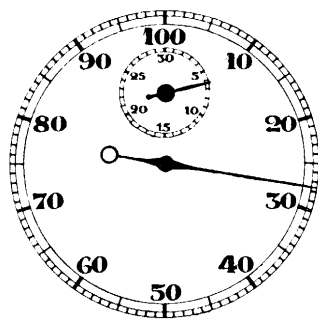
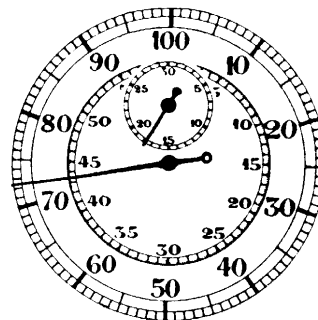

Abb. 347 Zifferblatt einer Stoppuhr mit Hundertstelminuten-Skala
Abb. 348 Zifferblatt einer Stoppuhr mit Hundertstelminuten- und Fünftelsekunden-Skala
**e. Hundertstelminuten-Skala:** Die große Skala ist in 100 Teile geteilt. Der große Zählzeiger dreht sich in einer Minute einmal herum; daher entsprechen einem Teilstrich 0,6 Sekunden. Die kleine Skala besitzt die übliche Minutenteilung mit 30 Teilstrichen, so daß sich der kleine Zählzeiger in 30 Minuten einmal herumdreht. Die Abb. 347 zeigt ein solches Zifferblatt, die Abb. 348 hingegen ein Zifferblatt, das neben der Hundertstelminuten-Teilung auch die übliche Sekunden-Teilung besitzt.